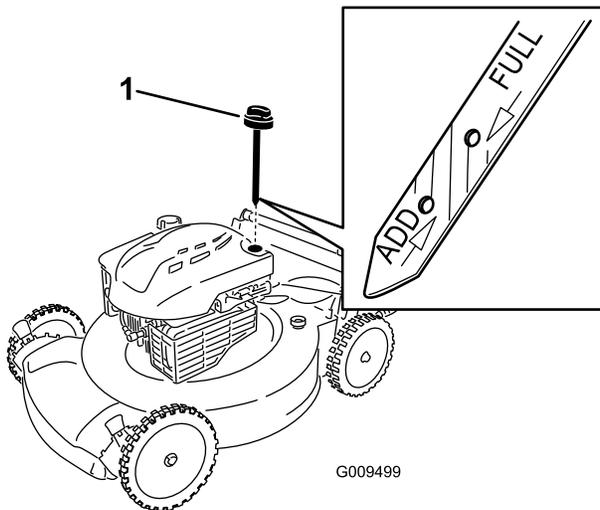

Рисунок 4
1. Извлеките масломерный щуп (Рисунок 4).
2. Медленно заливайте масло в маслозаливной патрубок до тех пор, пока уровень масла не достигнет отметки **Full (ЗАПОЛНЕНО)** на масломерном щупе (Рисунок 4). **Не допускайте переполнения картера.** Макс. объем масла: 0,59 л, тип: автомобильное моющее масло (SAE 30), имеющее классификацию API: SF, SG, SH, SJ, SL и выше.